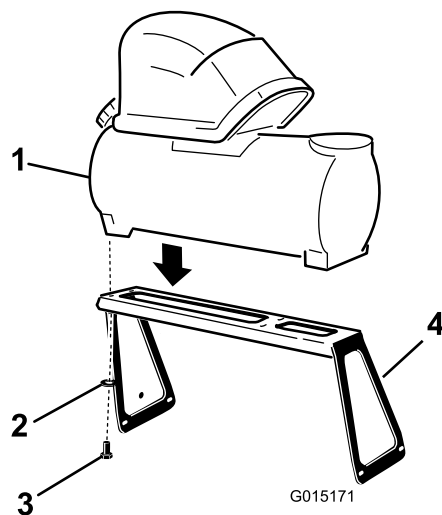

Figure 2
1. Placez le réservoir sur le support, comme indiqué à la Figure 2.